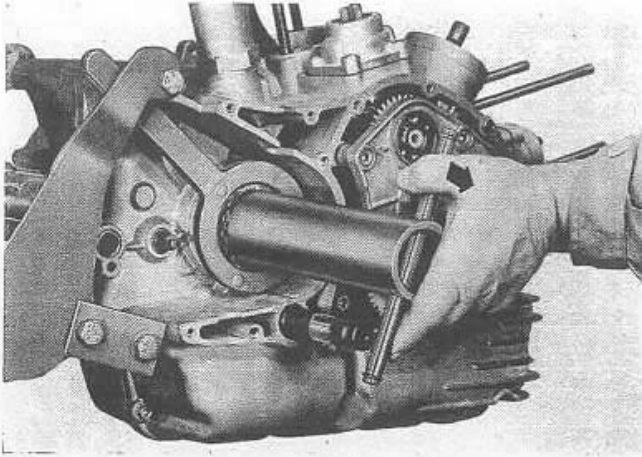

Fig. 85
**MONTAGGIO DEL PIGNONE CATENA (vedi fig. 85).**
**FITTING THE CHAIN SPROCKET (see fig. 85).**